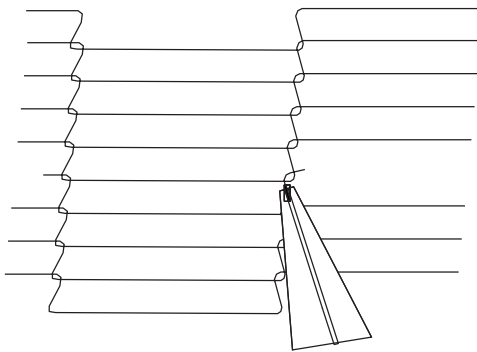

Figura 4-28.
2. Usando unos alicates largos, desenganche los eslabones maestros del extremo izquierdo del transportador como se indica en la Figura 4-28.